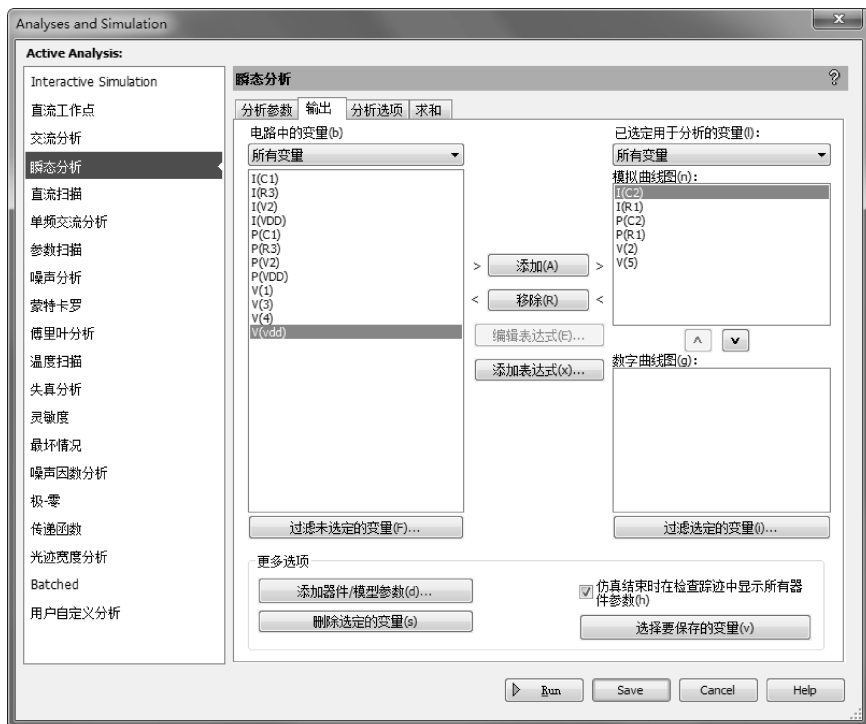

图 9-69 选择观察信号
5) 选择菜单栏中的“仿真”→“Analyses and Simulation”（仿真分析）命令，系统将弹出“Analyses and Simulation”（仿真分析）对话框，选择瞬态分析，并选择观察信号 I (C2)、I (R1)、P (C2)、P (R1)、V (2)和 V (5)，如图 9-69 所示。